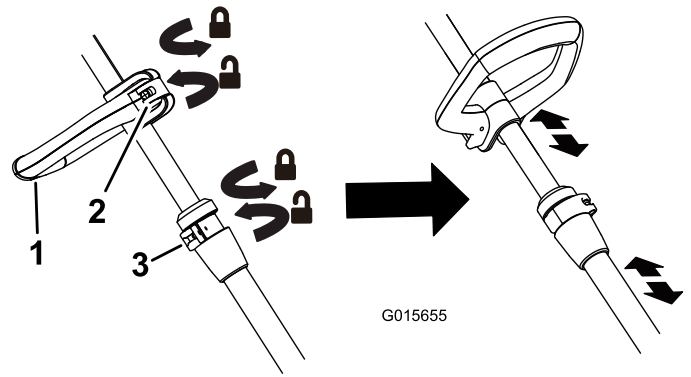

Figure 4
- Pour régler la hauteur de la débroussailleuse, ouvrez le verrou de réglage, puis faites coulisser l'arbre de haut en bas à la hauteur voulue avant de le fixer en position avec le verrou (Figure 4).
- Pour régler la hauteur de la poignée, soulevez le verrou de la poignée auxiliaire, déplacez la poignée en haut ou en bas à la hauteur voulue, puis fixez-la en place en refermant le verrou (Figure 4).